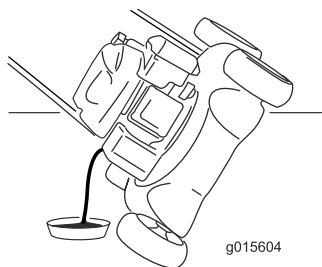

Figura 26
5. Inclinate il tosaerba sul fianco, con l'asta di livello in basso, per vuotare l'olio usato attraverso il tubo di riempimento (Figura 26).